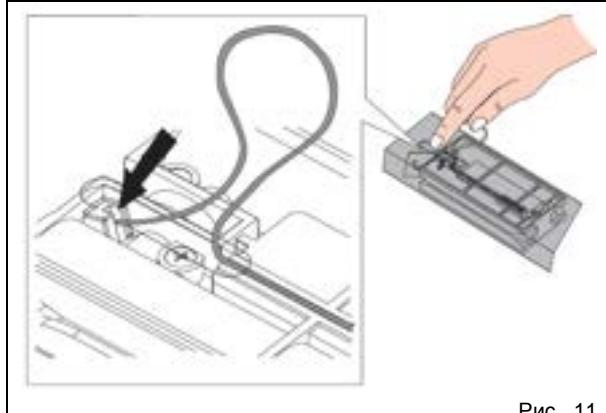

Рис. 11
- 3) Каретку возвращают на прежнее место (к муфте привода), так чтобы сквозное отверстие на каретке находилось под прорезью для установки тросика, и протягивают через него тросик без защитной трубы (рис. 11).